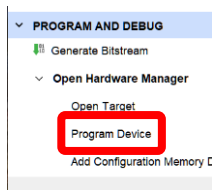

図 11.48 FPGA への実装の手順 14
17) 「Program Device」を選択し、対象の FPGA を選択する。この場合は、「xc7a35t_0」を選択する（図 11.48）。